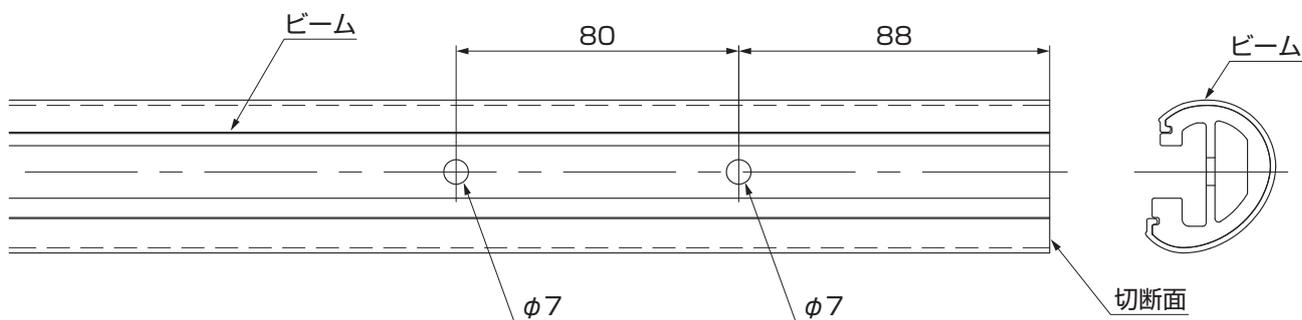

図7-1
- ①ビームスリーブのついていない側の端部を必要な長さに切詰めてください。
- ②切断面から図7-1の寸法位置に $\phi 7$ の穴加工をしてください。